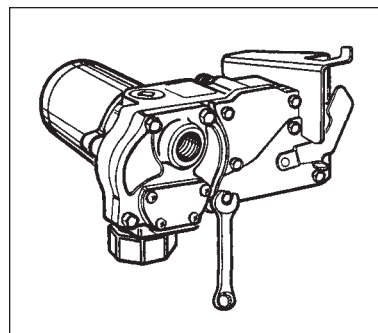

Figura 15
- Quite la tapa del interruptor de la carcasa de la bomba. (Figura 15)